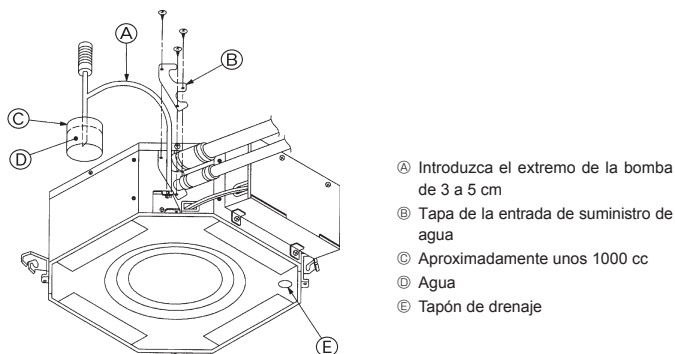

Fig. 6-3
6.3. Comprobación del drenaje (Fig. 6-3)